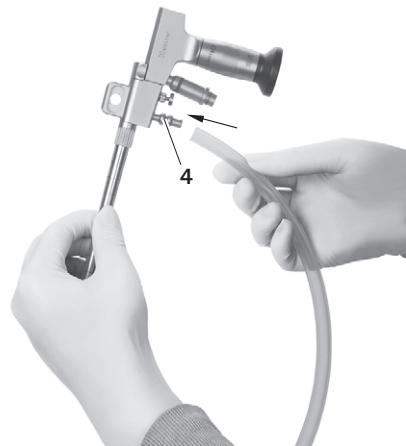

Fig. 20
- ▶ Tilslut skylleslangen til skylletilslutningen **4**, se Fig. 20.